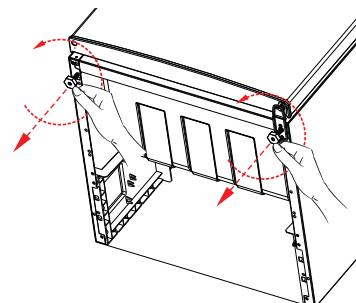

Fig. 1
- ▶ Skru apparatfodderne ud ved at dreje mod urets retning (fig. 1).